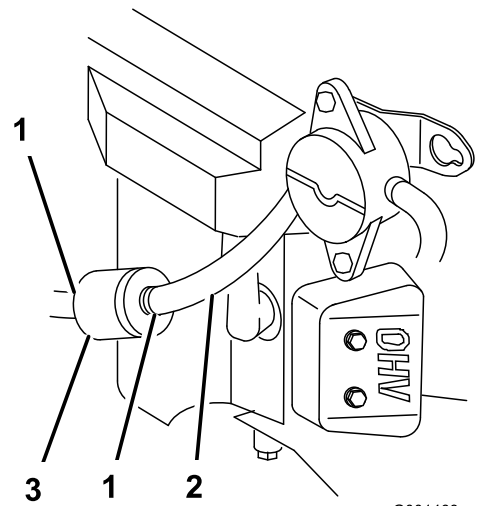

Figura 30
4. Premete le estremità delle fascette stringitubo ed allontanatele dal filtro (Figura 30).